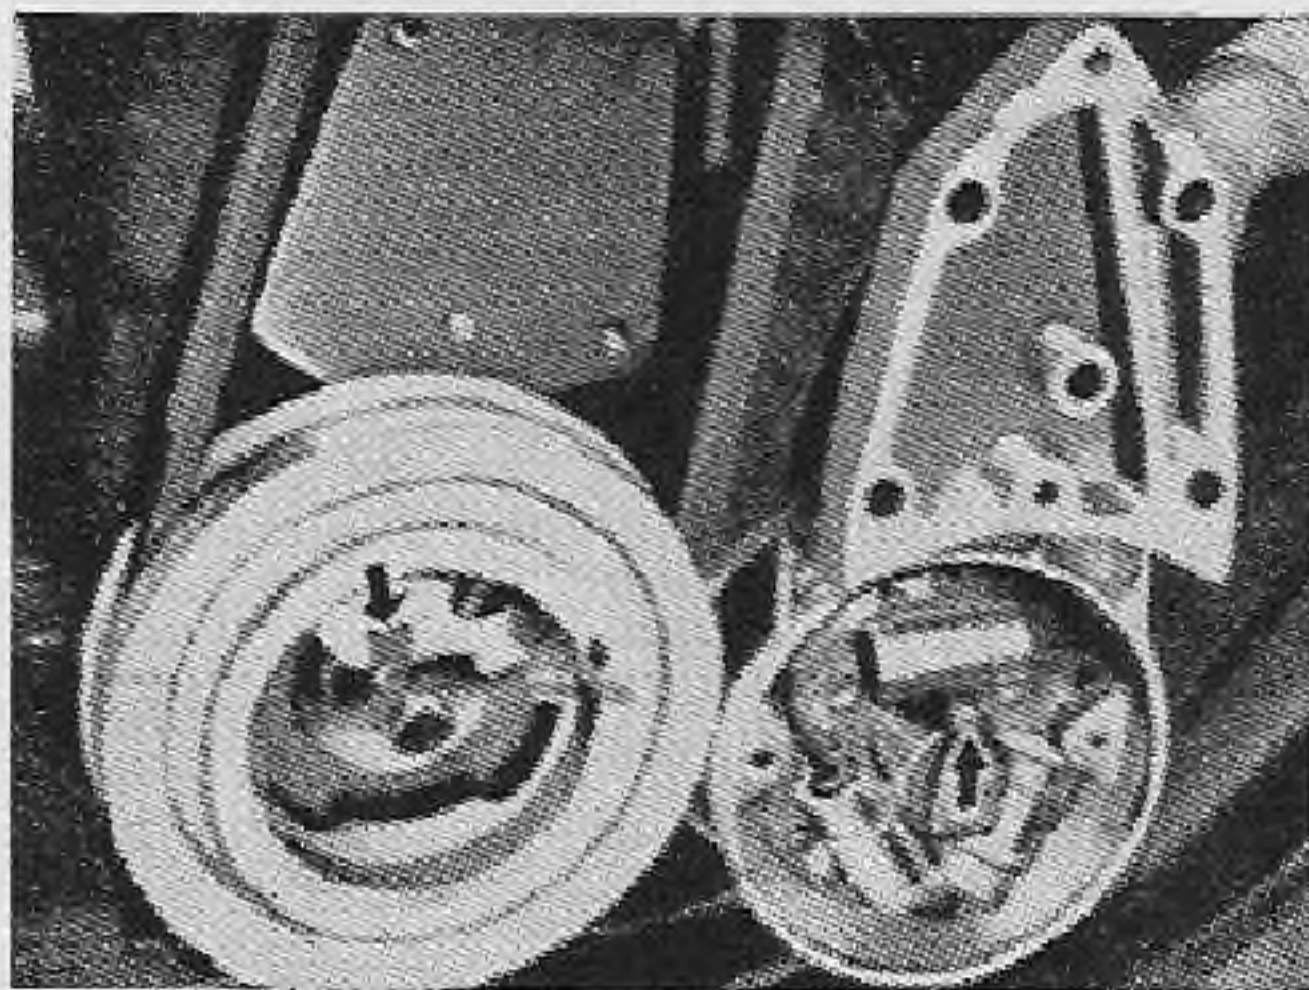

Fig. 140. — El dedo de arrastre debe quedar insertado en el contrapeso.
X. Montar la placa base en el portarruptores y éste en el block, asegurándose de que el dedo de arrastre quede insertado en el contrapeso (fig. 140).